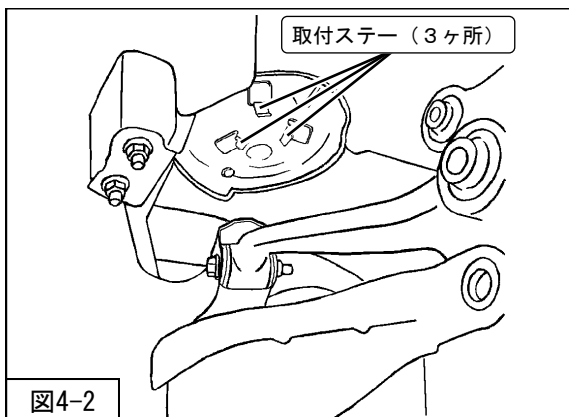

図4-2
2. 純正スプリングアッパーシート取付部の取付ステー（3ヶ所）を、ライドハイトアジャスターASSYの内壁に干渉しないところまで折り曲げてください。（図4-2）